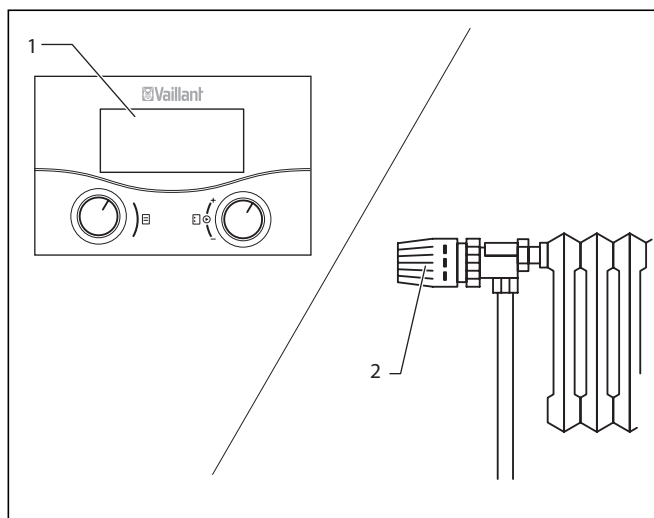

Fig. 6.10 Indstilling af rumtermostat/vejrkompen- serende termostat
- Indstil rumtermostaten, den vejrkompen- serende termostat (1) (Fig. 6.10) samt radiatorernes termostat- ventiler (2) (Fig. 6.10) iht. de pågældende vejledninger til disse tilbehørsdele.